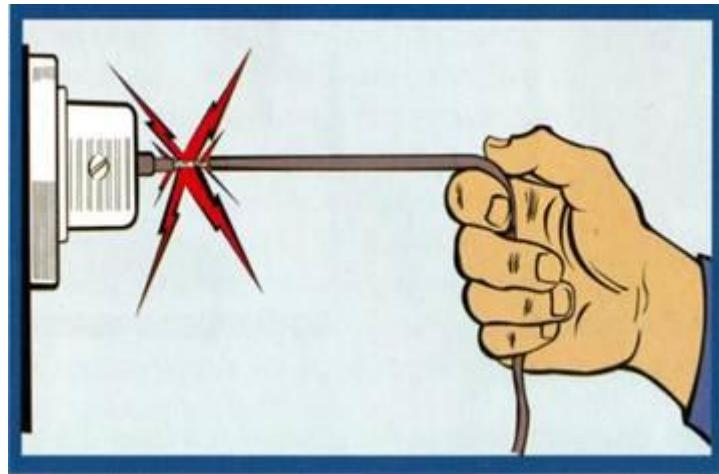

Рис. 18
- ▲ не вытягивать за шнур вилку из розетки (рис.18);